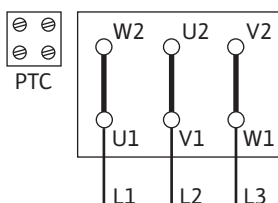
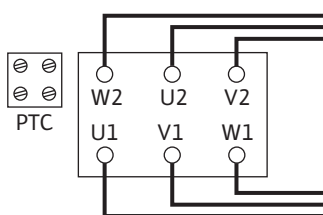

Fig. 10: Y-Δ palaišana
Fig. 11: Δ pārslēgšana
- Elektrotīkla pieslēgums atkarīgs no motora jaudas P2, tīkla sprieguma un ieslēgšanas veida. Nepieciešamos tiltslēgu slēgumus termināļa kārbā skatiet tabulā tālāk, kā arī Fig. 10, un Fig. 11.
Y-Δ- palaišana (standarts)	Noņemiet tiltslēgumus (Fig. 10).
Palaišana ar lēno palaidēju	Δ slēgums (Fig. 11)